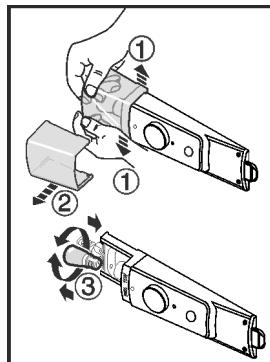

Fig. 10
- Poklopac žaruljice rastavite prema slici, unutra, pritiskom u prednjem dijelu Fig. 10 (1) i skinite ga povlačenjem u stranu Fig. 10 (2).
- Zamijenite žarulju. Fig. 10 (3)